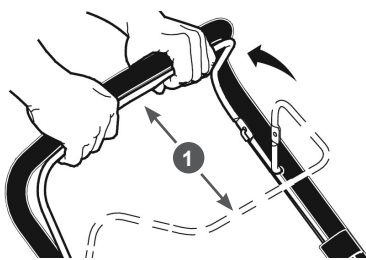

Рис. 12 Рычаг остановки двигателя
1 (Рис. 12). Проверьте, чтобы рычаг и трос остановки двигателя работали должным образом.
2. Отпустите рычаг 1 остановки двигателя (Рис. 12).